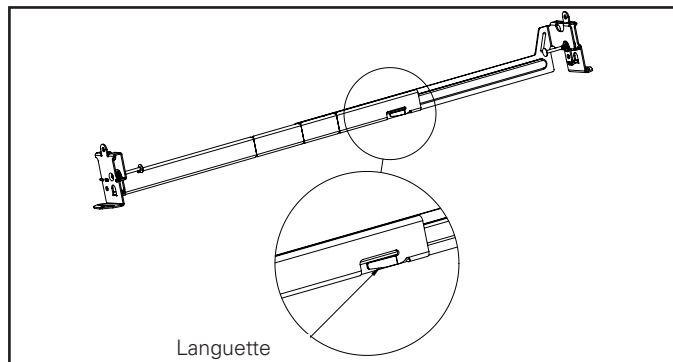
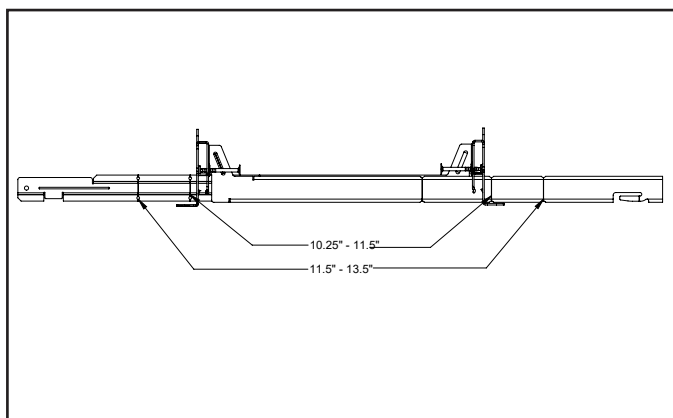

Figure 3.
Figure 4.
- Les barres de suspension peuvent être raccourcies pour pouvoir s'adapter à un centre de structure de 30,5 cm (12 po) et peuvent être rallongées à un maximum de 61 cm (24 po). Retirez-les du boîtier en appuyant sur la languette et en les glissant pour les éloigner (Figure 3). Séparez le long des lignes de repère en pliant dans le sens illustré – aucun outil requis. (Figure 4).